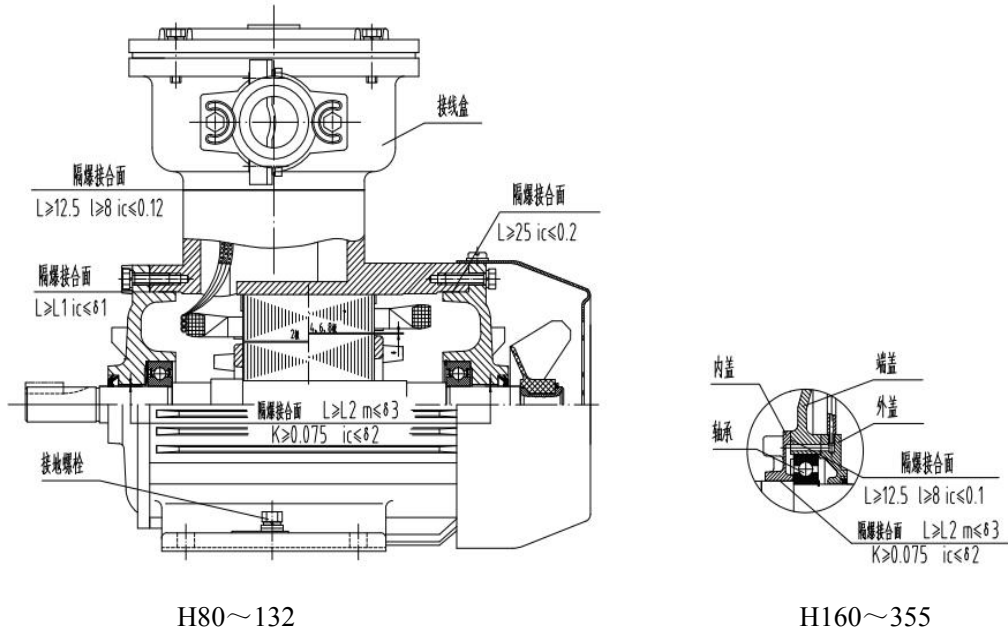
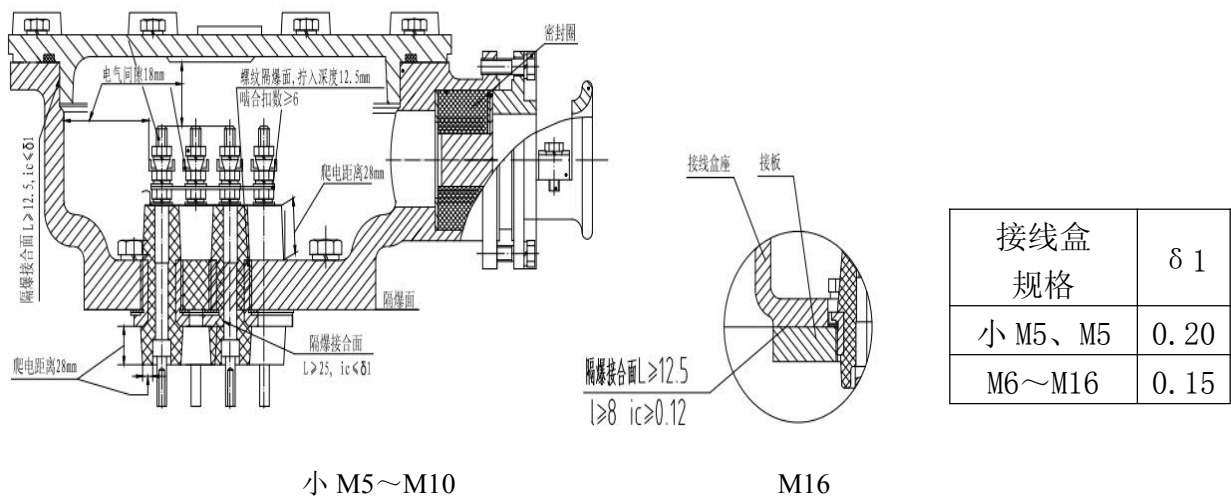

图 1
图 2
5.3 本系列电动机主体结构及隔爆接合面参数见图 1、表 4，接线盒结构见图 2。
b. 隔爆接合面的参数见图 1、表 4, 接线盒内部裸露导体之间、裸露导体与金属外壳之间的电气间隙及爬电距离见图 2。